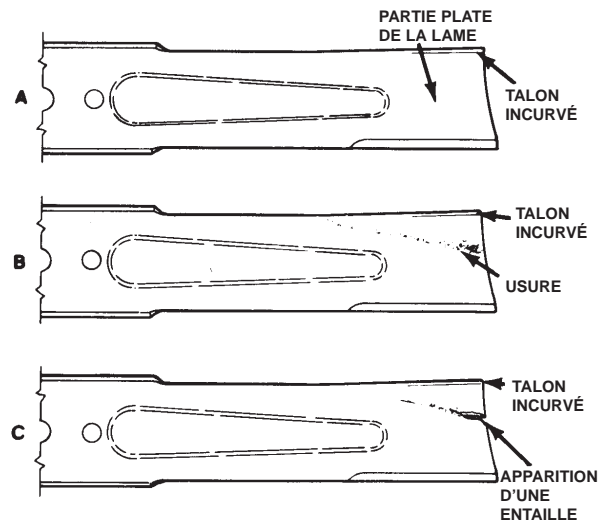

Figure 14
2. Examinez attentivement les tranchants de la lame, particulièrement au point de rencontre des parties plate et incurvée (Fig. 14-A). Le sable et les matières abrasives peuvent éroder le métal à cet endroit, c'est pourquoi il est important de contrôler l'état de la lame avant d'utiliser la machine. Si vous constatez de l'usure (Fig. 14-B), remplacez la lame ; voir Dépose de la lame, page 14.
Si l'on continue d'utiliser une lame usée, il se formera une entaille entre le talon relevé et la partie plate de la lame (Fig. 14-C). Finalement, un morceau de la lame pourra se détacher et être projeté du dessous du carter et blesser grièvement l'utilisateur ou d'autres personnes.